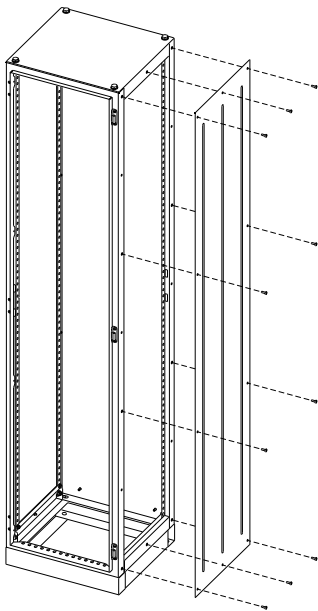

Рисунок 22
16.1 Вставьте отгиб внутри панели боковой в проём каркаса шкафа. Совместите отверстия в панели с резьбовыми отверстиями в каркасе шкафа и закрепите десятью винтами М5×16 с плоской и пружинной шайбой (рисунок 22).